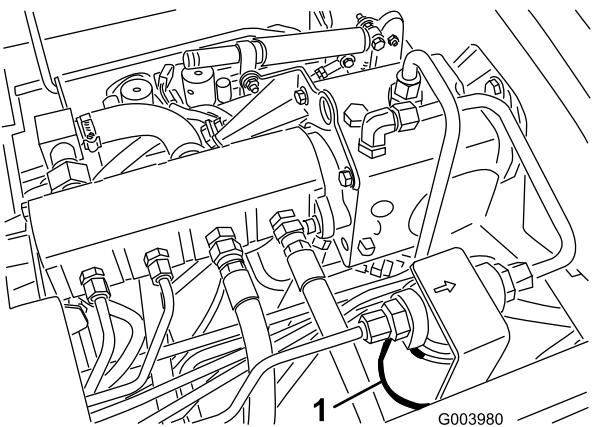
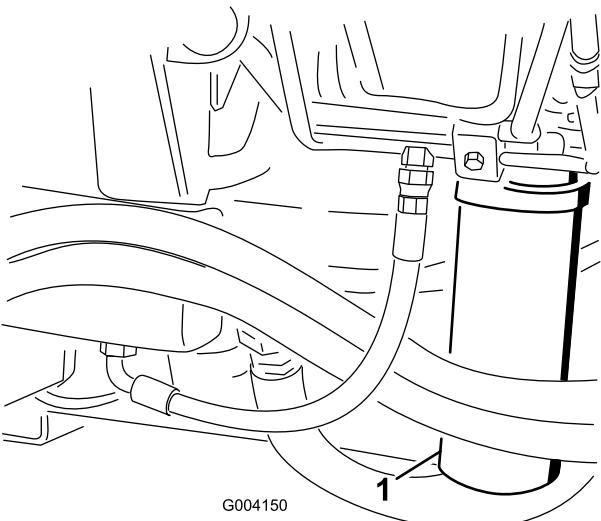

Bild 78
Bild 79
- Reinigen Sie den Bereich um den Filterbefestigungsbereich und stellen Sie eine Ablaufwanne unter den Filter (Bild 78) und (Bild 79).